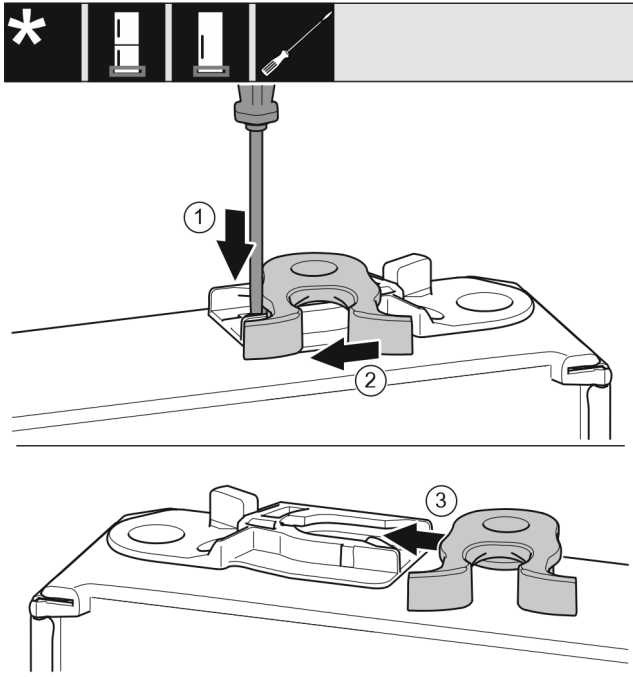

Fig. 39 *
- Strip Fig. 39 (1) met een platte schroevendraaier omlaag drukken.*
- Sluithaak Fig. 39 (2) uit de geleiding trekken.*
- Sluithaak Fig. 39 (3) aan andere zijde in geleiding schuiven.*